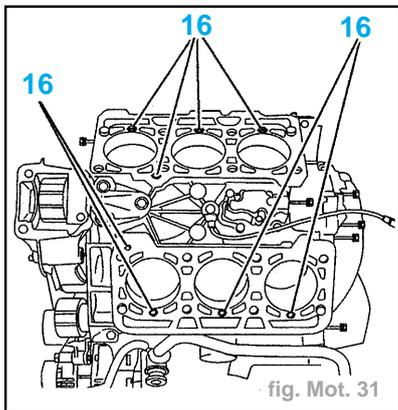

fig. Mot. 31
- Nettoyer les trous intercylindres (16) (fig. Mot. 31).